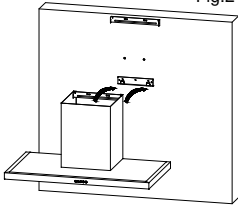

Fig.4
- Hang de afzuigkap aan de onderste muurbeugel. Zie fig.4.